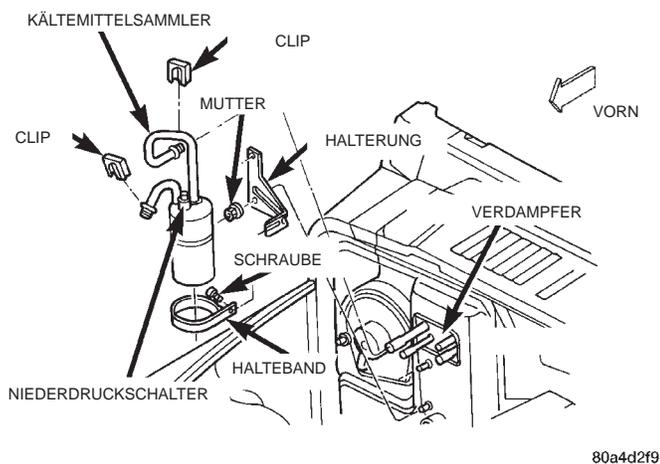

Abb. 33 Kältemittelsammler aus- und einbauen
- (1) Batterie-Minuskabel (-) abklemmen und elektrisch isolieren.
- (2) Kältemittel wie in diesem Kapitel beschrieben mit einer geeigneten Kältemittel-Auffangvorrichtung aus der Klimaanlage ablassen.
- (3) Steckverbinder vom Niederdruckschalter abziehen.
- (4) Den Kunststoffclip lösen, mit dem die Flüssigkeitsleitung neben der Spritzwand an der Auslaßleitung des Kältemittelsammlers befestigt ist.
- (5) Die Schraube lockern, mit der das Halteband des Kältemittelsammlers an der Halterung befestigt ist (Abb. 33).